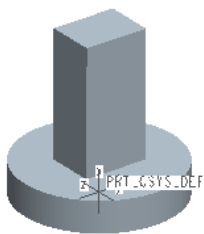

图 5.1.1 模型
使用特征的扭曲（Warp）命令可以对实体、曲面和曲线的结构与外形进行变换。为了便于学习扭曲命令的各项功能，下面先打开一个图 5.1.1 所示的模型，然后启动扭曲命令，进入其操控板。具体操作如下：
Step3. 系统弹出“扭曲”操控板（此时操控板中的各按钮以灰色显示，表示其未被激活），选取图 5.1.1 中的模型。